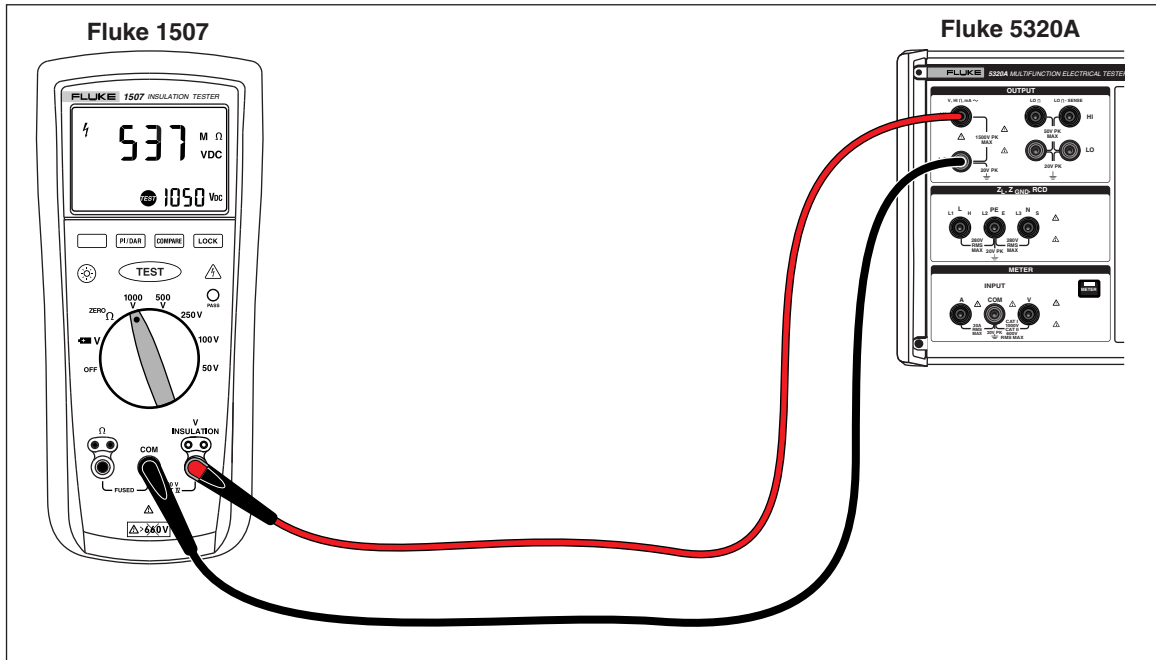
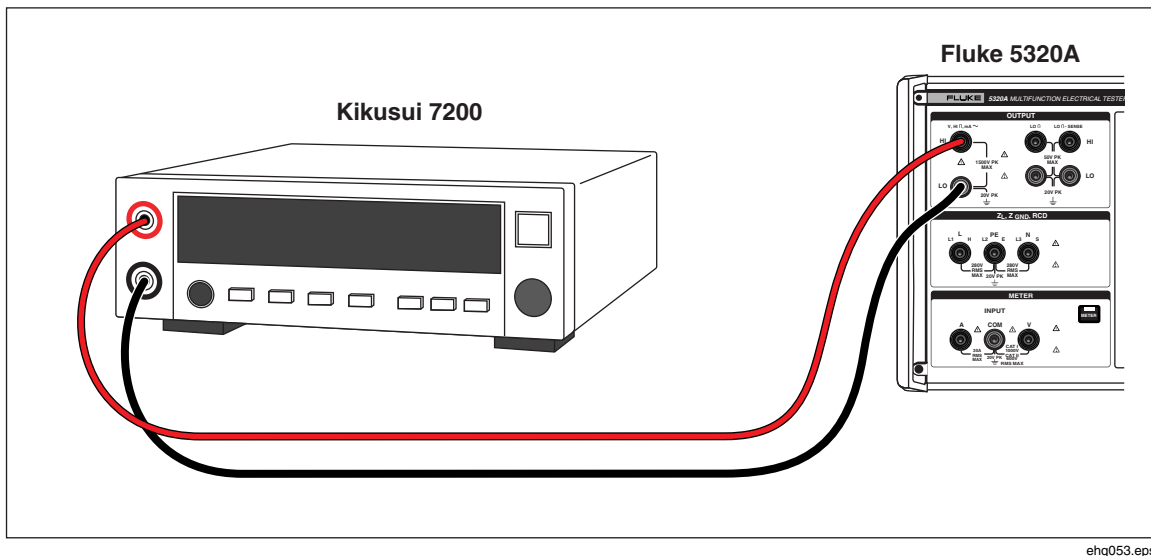

图7-4.校准手持式绝缘测试仪的绝缘电阻
图7-6:校准电气安全分析仪的绝缘电阻
校准器的高电阻源功能，设计用于校准兆欧计、电气安装测试仪、电器安全测试仪和电气安全分析仪上的绝缘电阻功能。高电阻功能也可以用于在规定的电阻范围内校准欧姆计。图7-4到图7-6显示了绝缘电阻校准程序对三种不同 UUT 所要求的连接。
2. 使用图7-4、7-5或图7-6, 将 UUT 连接到校准器的 **HI Ω HI**和 **LO**输出端子。